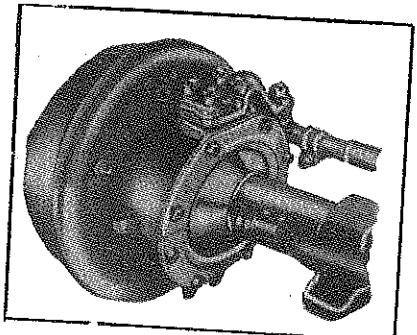

fig. 25
- j. svingarmenes forbindelser med styrekuglerne, (se fig.25).